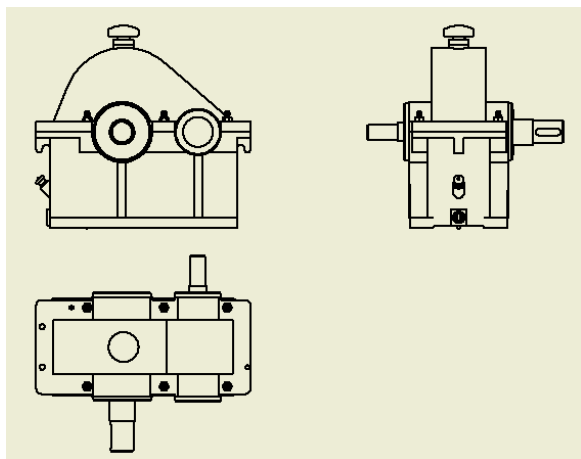

图 12-64 减速器的三视图
②创建主视图以后,再利用【投影视图】工具创建左视图和俯视图,减速器的三视图如图 12-64 所示。